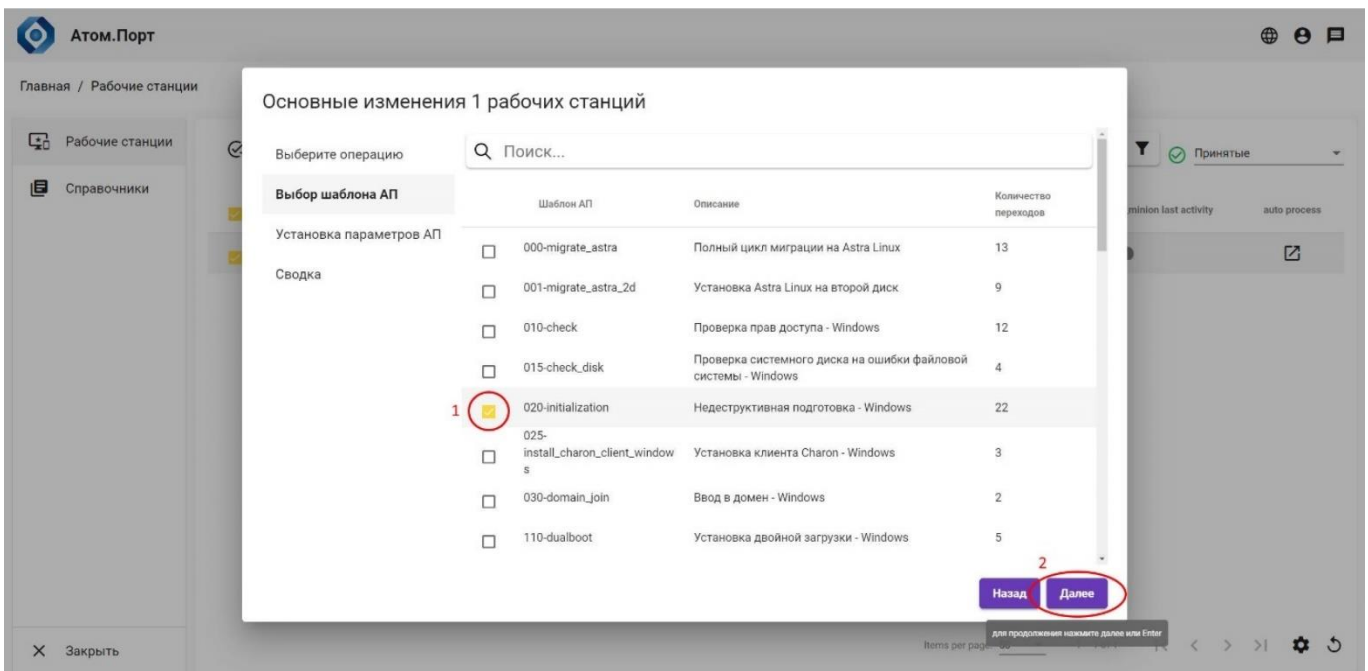

Рисунок 28 – Выбор шаблона автопроцесса
3. Выбрать требуемый шаблон автопроцесса (Рисунок 28, поз. 1) и нажать кнопку «Далее» (Рисунок 28, поз. 2):